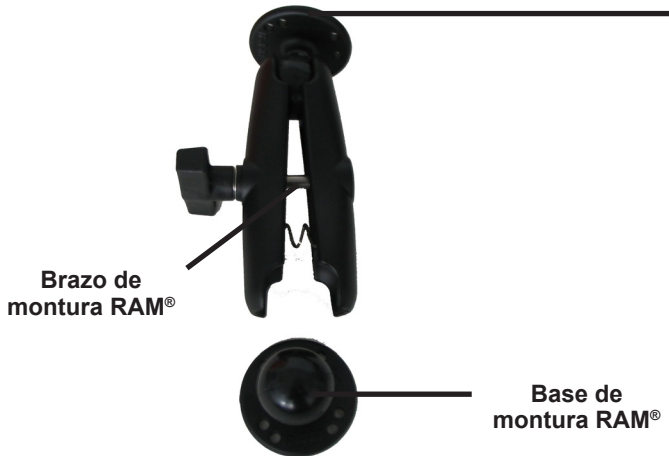

Figura 5-1. Brazo de montura RAM® y base de montura RAM®
1. Busque el componente de la montura RAM® (figura 5-1) del kit.